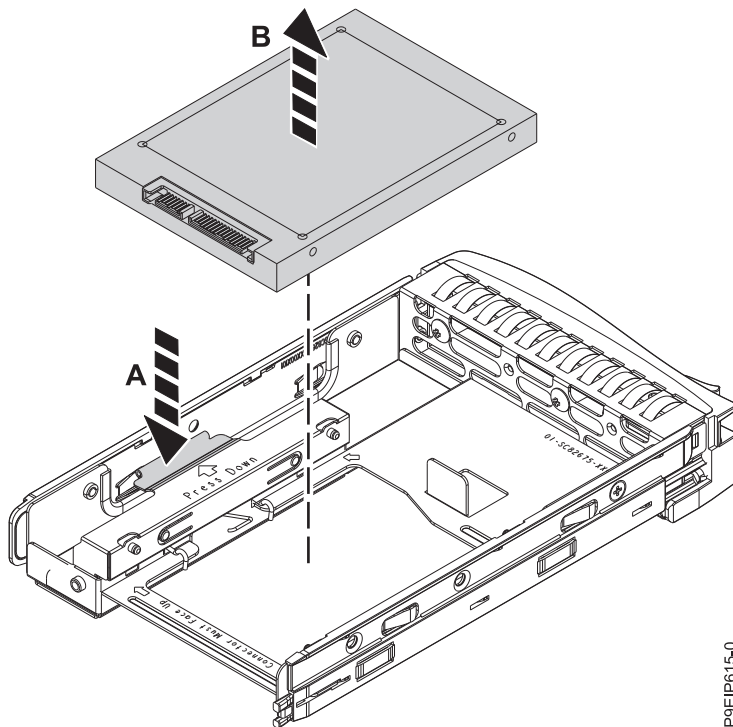

Figura 4. Removendo a unidade de 2,5 polegadas da bandeja
- b. Abra a mola de retenção (A) conforme mostrado na Figura 4 na página 6.
- c. Levante a unidade de 2,5 polegadas (B) para fora da bandeja.